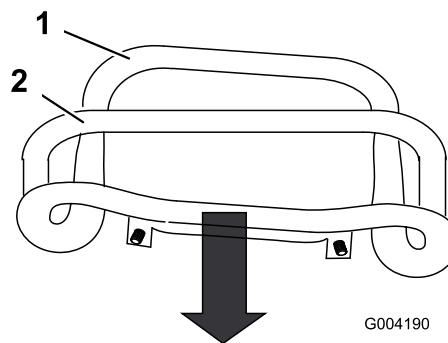

Figura 54
3. Puxe para trás o controlo de tração de modo a que a parte da frente do controlo entre em contacto com a barra de referência (Figura 54).